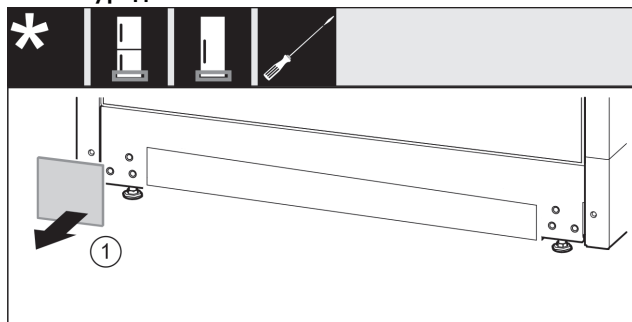

Fig. 15
- ▶ Свалете капака Fig. 15 (1).